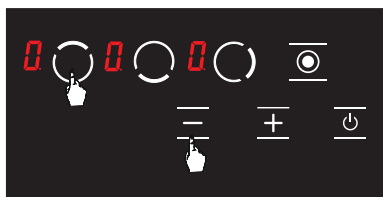

Рисунок 14
1. Одновременно нажмите кнопку выбора левой верхней конфорки (☉) и кнопку минуса (—), вы услышите короткий звуковой сигнал. (см. Рисунок 14) Затем поднимите пальцы с панели управления плиты.